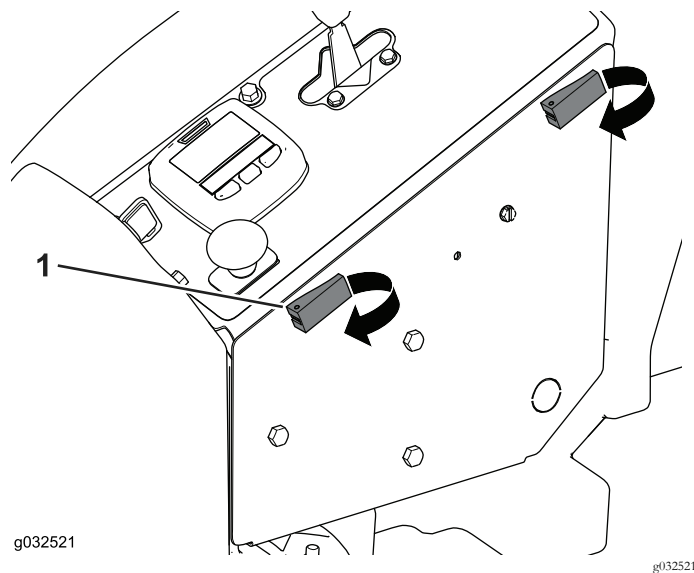

Figura 39
1. Abra os trincos e abra o compartimento dos controlos do operador (Figura 39).